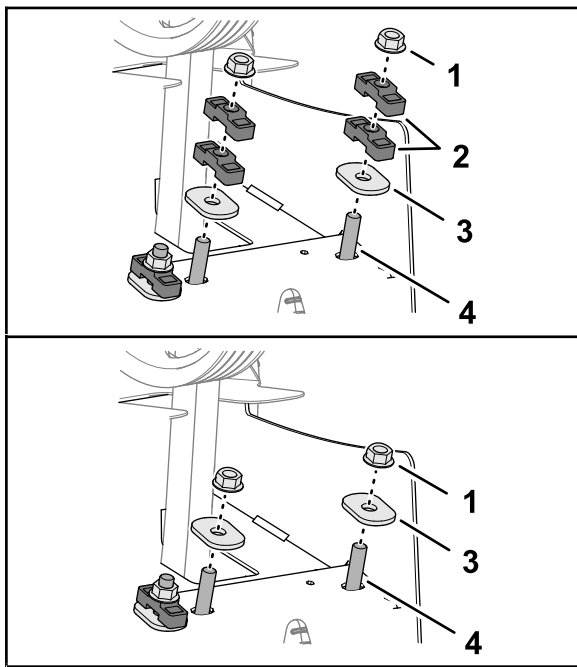

図 134
6. 硬化楕円ワッシャとロックナットで、ダンパのシャフトとスペーサを後フレームに固定する 図 134。